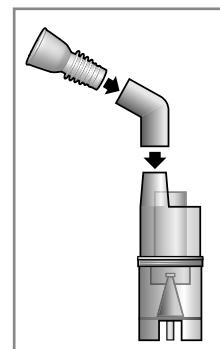

Рис. 3
6. Присоедините мундштук для ингаляции через муфту к верхней части небулайзера (рис. 3). В зависимости от типа ингаляции, используйте либо мундштук, либо насадку для носа, либо маску.